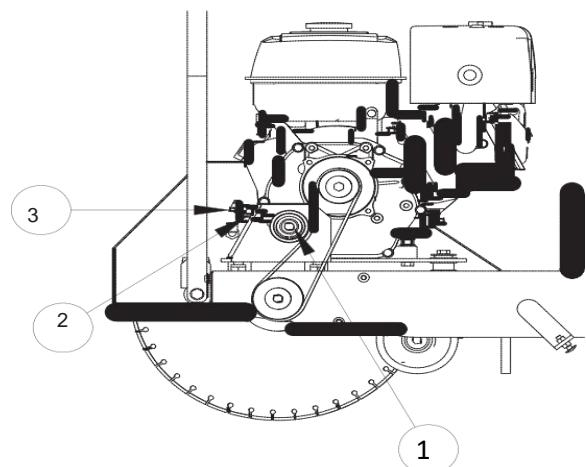

Fig.4
**11- TENSIONAREA CURELELOR (FIG.4)**
În momentul în care trebuie schimbată cureaua, asigurați-vă că sunt utilizate curele de același tip și lungime ca și curelele originale. Poziționați mașina pe o suprafață ridicată (banc de lucru) și blocăți frâna de mână; slăbiți complet cureaua care operează asupra șuruburilor și piuliță, așa cum este descris în paragraful 11, TENSIONAREA CURELELOR, Fig.4